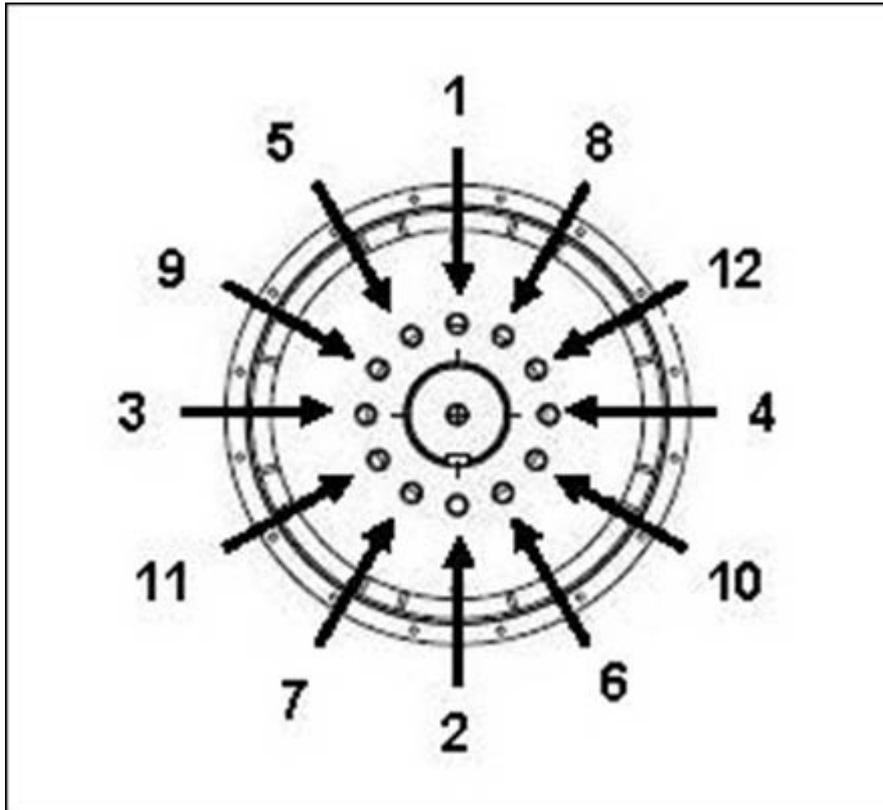

FIGURA 22. SECUENCIA DE FIJACIÓN AL CUBO
4. Si es necesario, apriete los pernos de los discos de acoplamiento en la secuencia que se muestra en Figura 22 en la página 43.